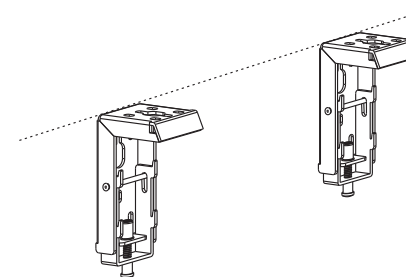

Abb. 1
2. Achten Sie darauf, dass die Halterungen waagrecht und in der Nähe der Enden des Gehäuses angebracht werden. Befestigen Sie sie an der Wand oder Decke, nicht an beiden (Abb. 1).